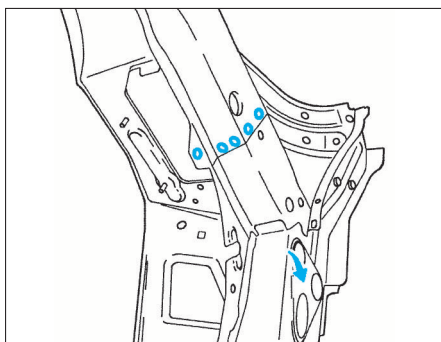

FIG. 10
- Percer à 6,5 mm le renfort de longeron et déposer l'élément (Fig.10).